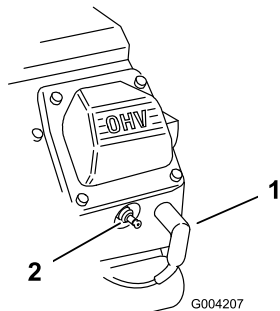

Bild 36
3. Ziehen Sie die Zündkerzenstecker ab (Bild 36).
3. Stecken Sie die Kabel auf die Zündkerzen (Bild 36).